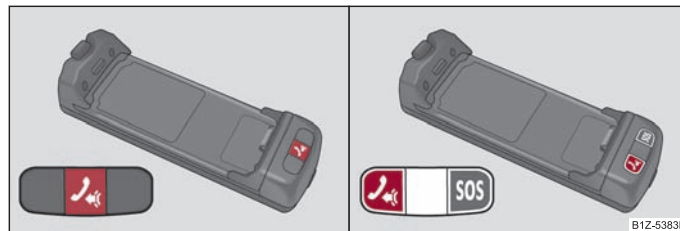

Abb. 125 Illustrationsbild: Eintastiger Adapter / zweitastiger Adapter
Funktionsübersicht der Taste (PTT - „push to talk“) auf dem Adapter ⇒ Abb. 125:
Auf einigen Adaptern befindet sich außer der Taste (PTT) auch noch die Taste (SOS) ⇒ Abb. 125 - rechts. Nach Drücken der Taste für 2 Sekunden wird die Nummer 112 (Notruf) gewählt. ►
- mit einem kurzen Drücken der Taste  auf dem Adapter¹⁴⁾ → Seite 126, Abb. 125;